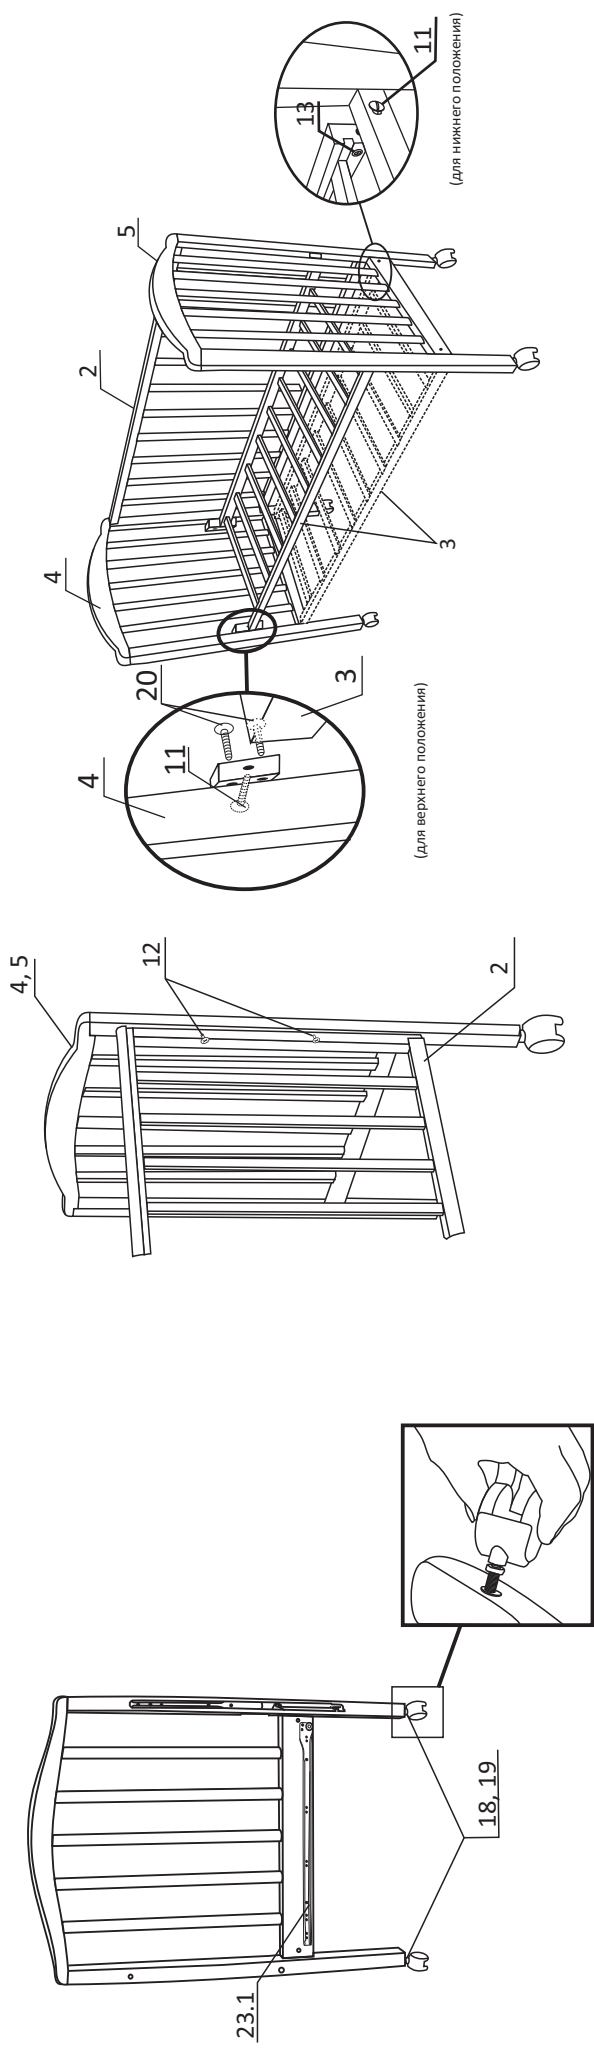

Рисунок 1.
- Установить роликовые направляющие (23.1) на спинки кровати(4, 5) по разметке на шурупах(24). (см. рис.1)
- Установить опоры колесные (18,19) в отверстия спинок(4,5), застопорить опору(см. рис.1)